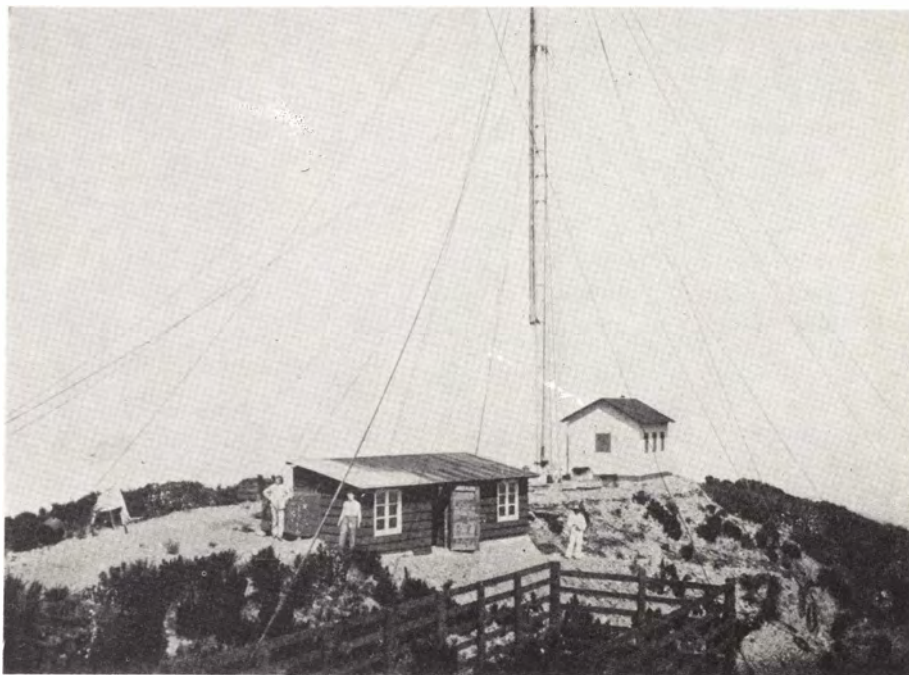

Fig. 1 - Fotografia della stazione radiotelegrafica installata nel 1900 dalla Marina Italiana.
*Fig. 1 - Esempio di montaggio di uno spezzone di nastro magnetico per rendere affermativa una frase negativa. Le fasi sono: 1°) nastro originale, 2°) eliminazione della parola non, 3°) giunzione del nastro (visibile), 4°) nastro integro sul quale è stato eseguito il riversamento.*